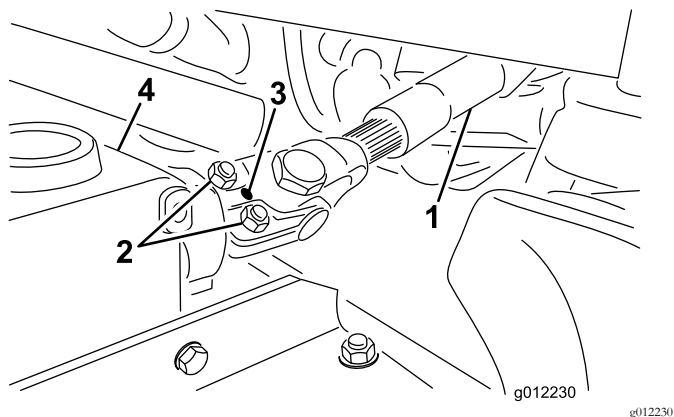

图4
B. 松开2个平头螺丝和锁紧螺母 图4。
- 用滚销将 PTO 驱动轴的端头固定至齿轮箱轴 图4。
- 拧紧锁紧螺母将端头固定到齿轮箱轴 图4。上紧锁紧螺母扭矩至 2025Nm。